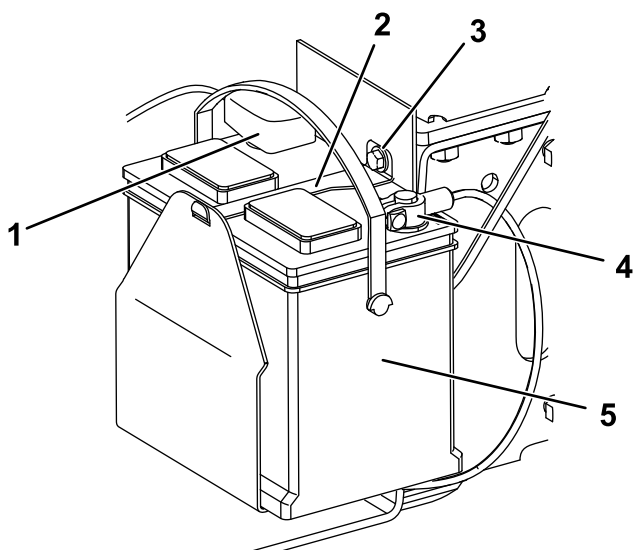

Figure 38
1. Boulon (3)
5. Enlevez le boulon, la rondelle et la barre de fixation de la batterie (Figure 38).
6. Débranchez le câble négatif (noir) de mise à la masse de la borne de la batterie (Figure 38). Conservez les fixations.
8. Débranchez le câble positif (rouge) de la borne de la batterie (Figure 38). Conservez les fixations.
1. Branchez le câble positif (rouge) de la batterie à la borne positive (+) à l'aide des fixations retirées précédemment (Figure 38).
3. Branchez le câble négatif de la batterie à la borne négative (noir) au moyen des fixations retirées précédemment (Figure 38).
4. Fixez la batterie au moyen de la barre, du boulon et de la rondelle (Figure 38).